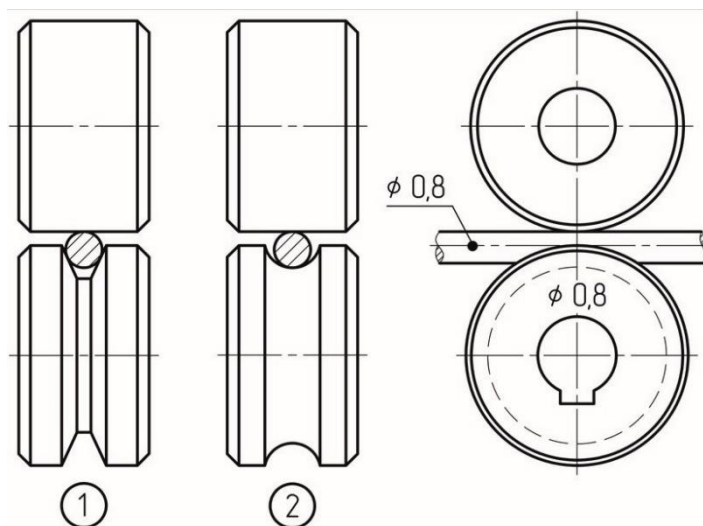

Рис. 8.2. Выбор подающего ролика.
При полуавтоматической сварке в среде защитных газов существует два способа подключения сварочного оборудования для работы на постоянном токе (см. рис. 8.2):
- форма канавки соответствует типу сварочной проволоки (см. рис. 8.2).